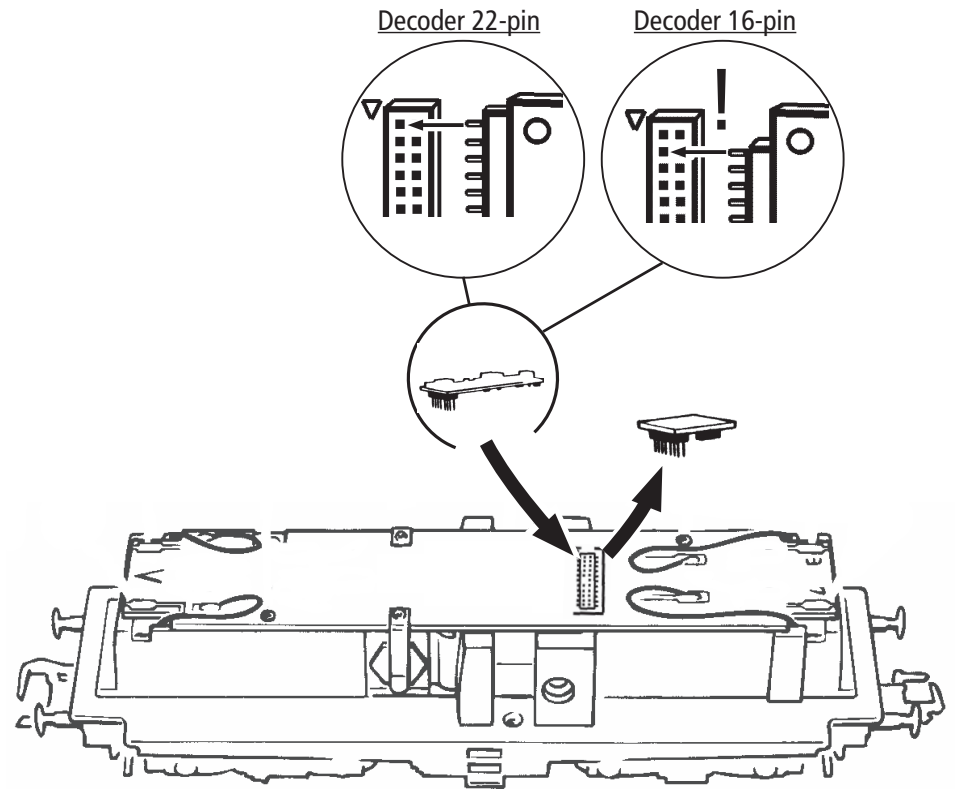

Fig. 8
1. Reinigung der Radstromkontakte: Radstromkontakte können auf unsauberen Schienen leicht verschmutzen. Entfernen Sie **vorsichtig** mit einem kleinen Pinsel **den Schmutz** an den in Fig. 8 gekennzeichneten Stellen.
3. Haftreifenwechsel: Zuerst die Drehgestellblende abnehmen (Fig. 4). Danach den **Radsatz** herausnehmen und die **Haftreifen** mit einer Nadel od. mit einem feinen Schraubendreher abziehen (Fig. 8). Beim Aufziehen der neuen Haftreifen darauf achten, dass diese sich nicht verdrehen.
1. Cleaning of wheel contacts: Wheel contacts easily get dirty on tracks which are not entirely clean. Use a small brush to **remove dirt** from spots marked in fig. 8.
3. Change of traction tyre: Remove the bogie blind (fig. 4). Take out **wheel set** and remove **traction tyre** using a pin or a fine screwdriver (fig. 8). When pressing on the new traction tyre please **avoid twisting it**.
1. Nettoyage des lames de courant aux roues: Les lames de contacts risquent de s'encrasser rapidement sur des voies poussiéreuses. Veuillez **enlever la poussière** aux endroits marqués à la fig. 8 à l'aide d'un petit pinceau souple.
Enlevez la fiche de shuntage de l'interface (à conserver!) et enfichez finalement la fiche du module de télécommande aux prises de l'interface. Veuillez à la position correcte de la fiche (voir fig. 8).
3. Échange des bandages d'adhérence: Démontez d'abord **les flancs de bogies** des en-grenages (fig. 4). Délogez ensuite les essieux bandagés et enlevez, à l'aide d'une aiguille ou d'un tourne-vis fin, les bandages d'adhérence (fig. 8). Lors du montage des nouveaux bandages veuillez veiller à ce que les bandages **ne soient pas tor-dués**.